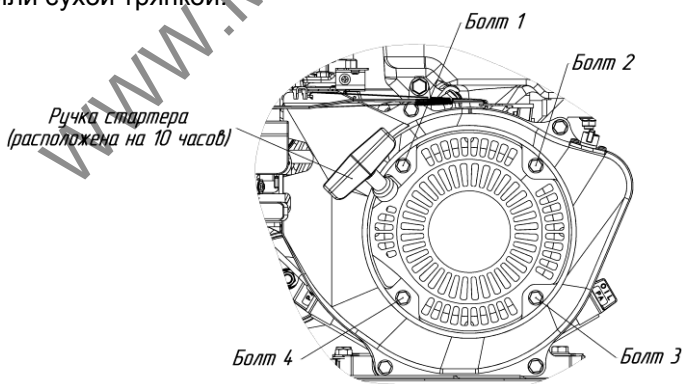

Рис.14 Схема крепления стартера на двигателе
- открутить 4 болта (см. рис.14);
– установить стартер на место таким образом чтобы ручка стартера была расположена на 10 часов (см. рис.14);
– закрутить 4 болта (см. рис.14).